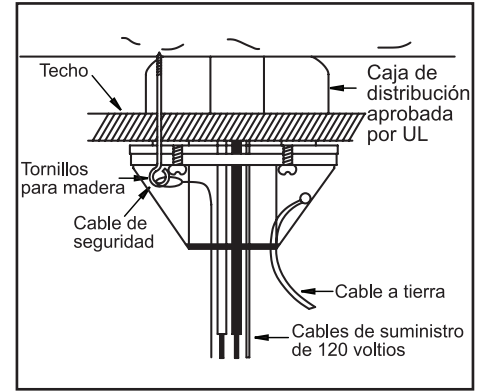

Figura 7
2. Coloca el extremo en bucle del cable de seguridad sobre el bucle del gancho del tornillo para madera como se muestra en la Figura 7 y luego cierra completamente el bucle del gancho, o conecta el cable de seguridad directamente a la viga externa o la estructura colgante.